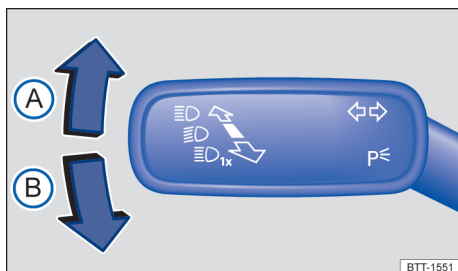

Fig. 102 À esquerda na coluna de direção: alavanca dos indicadores de direção e do farol alto.
- Trazer a alavanca dos indicadores de direção e do farol alto da posição central para a seguinte posição → Fig. 102:
- (A) Piscar à direita ➡.
- (B) Piscar à esquerda ←.